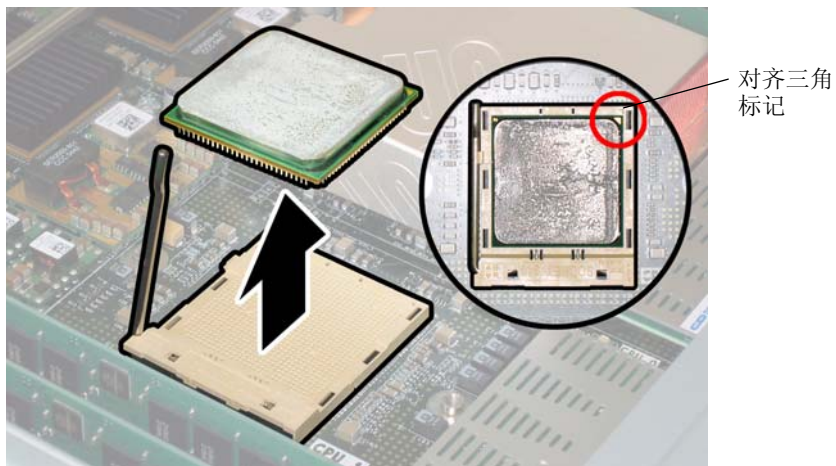

图 3-11 从插座中拆卸 CPU
- e. 从插座中拔出 CPU，让拉杆仍处于垂直（即打开）位置。请参见图 3-11。
- c. 如图 3-11 所示，将 CPU 与插座对齐位置。
注 – 将 CPU 印有三角标记的边角与 CPU 插座上的小三角印记对齐，如图 3-11 中的红色圆圈所示。